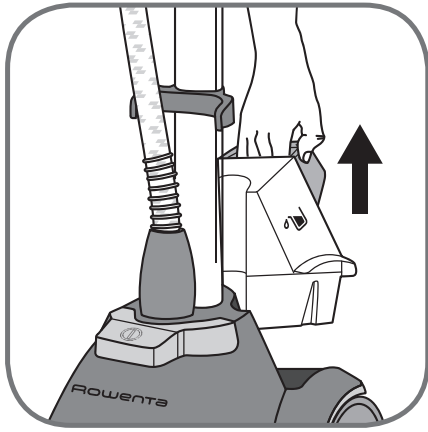
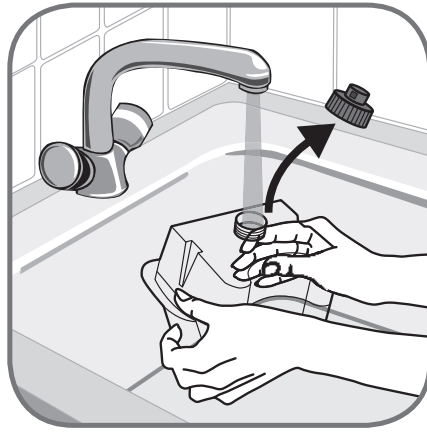

fig. 10
fig. 11
- Veillez à ce que l'appareil soit débranché. Retirez le réservoir d'eau de la base de l'appareil en tirant la poignée vers le haut (fig. 10). Dévissez le bouchon du réservoir et remplissez le réservoir (fig. 11). Sa capacité maximale est atteinte au repère « max ».